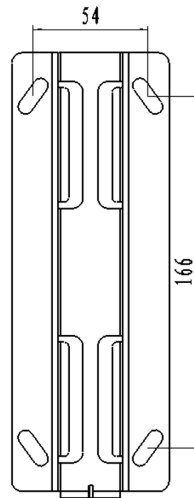

Fig.1
3. Verwenden Sie die Montagehalterung als Schablone, um die Positionen der Schrauben zu markieren, und bohren Sie dann vier Löcher in die Wand (siehe Abb. 1).